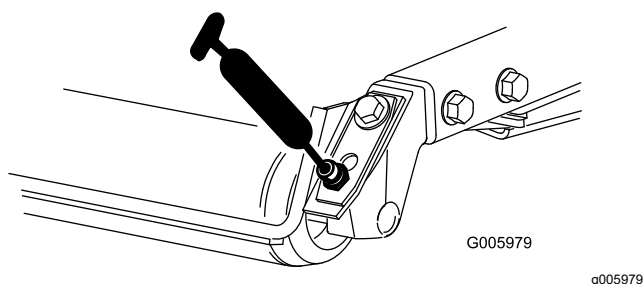

Figura 79
- Cuscinetti del rullo posteriore (2 per apparato di taglio) come illustrato nella Figura 79